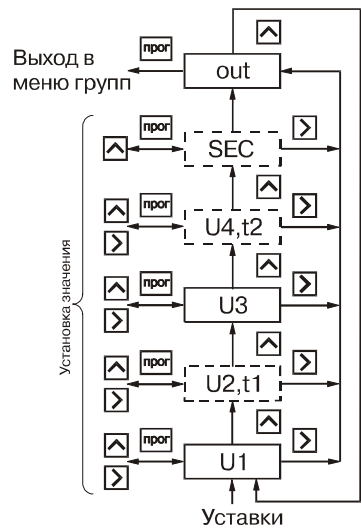

Рис. 23
6.1.6. Группа "GrouP\_A" (рис. 23) содержит уставки логических устройств **U1**, **U2(t1)**, **U3** и **U4(t2)**. Положение десятичной точки в параметрах **U1**, **U2**, **U3** и **U4** определяется её положением в параметре **F**.